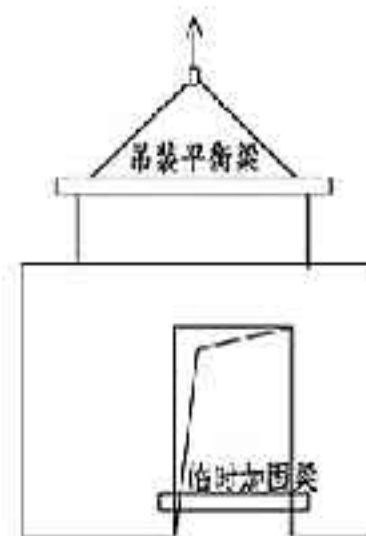
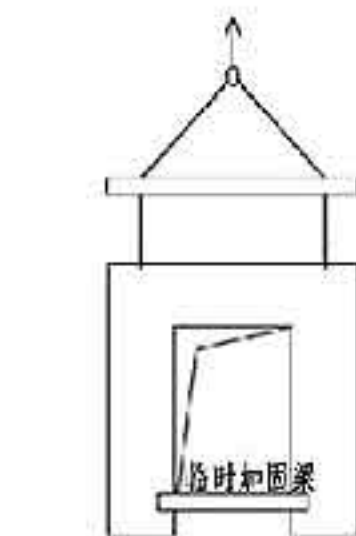
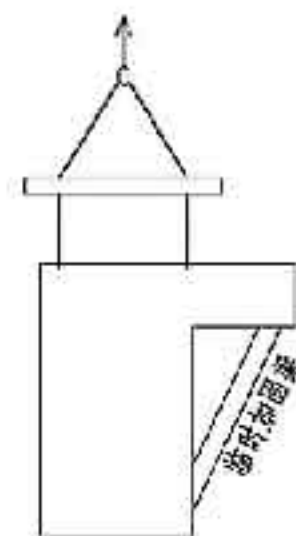

图4 NQM1吊装示意图
图5 NQM2 临时加固示意图
图6 NQM3 临时加固示意图
- 8.6 预制构件应采用平衡梁垂直起吊，吊装示意图见图4。对于带门洞预制内墙板（NQM）脱模、吊装、运输和安装过程中应对门下开洞处采取临时加固措施（如图5、图6所示）。本图集模板图中MJ3为临时加固用螺母，加固件具体形式及连接方式由生产单位和施工单位按国家现行有关标准自行设计。